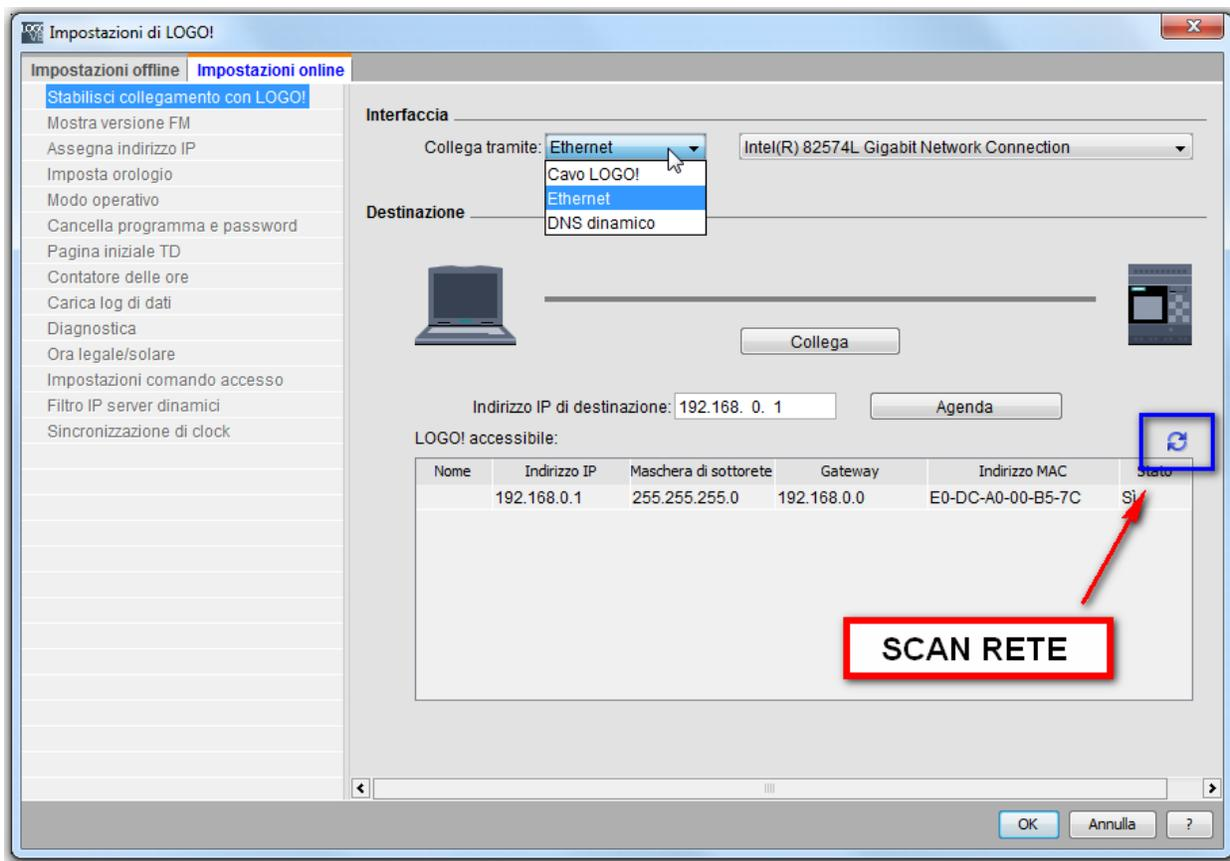

Figura 12
Per attivare la modifica di queste impostazioni cliccare su **impostazioni online** e collegarsi al LOGO!. Per effettuare il collegamento selezionare l'interfaccia di comunicazione (ethernet per LOGO! 0BA7/LOGO!8; Cavo LOGO! per tutte le altre versioni), nella casella **indirizzo IP di destinazione** inserire l'IP del LOGO! e cliccare sul tasto **collega** (Figura 12).
**N.B.** come mostra la Figura 12, tramite il tasto nel riquadro blu è possibile fare uno scan della rete ethernet, in modo tale che il software in automatico ricerca tutti i LOGO! che sono collegati alla scheda di rete del PC dal quale si sta effettuando il collegamento.